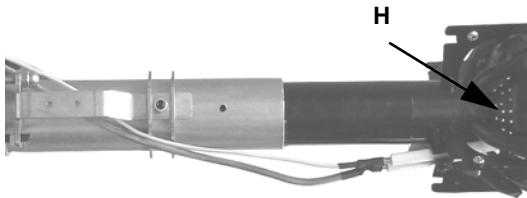

Fig. 50
- 4 Desconectar el conector **CR** del circuito impreso (Fig. 50).
- 5 Para extraer el cabezal de combustión, tirarlo hacia uno mismo. Una vez extraído, controlar que los orificios de paso de aire y gas (Fig. 50 - **H**) no estén obstruidos. Limpiar el cabezal de combustión con un chorro de aire comprimido o bien, en caso de incrustaciones, con un cepillo de hierro.